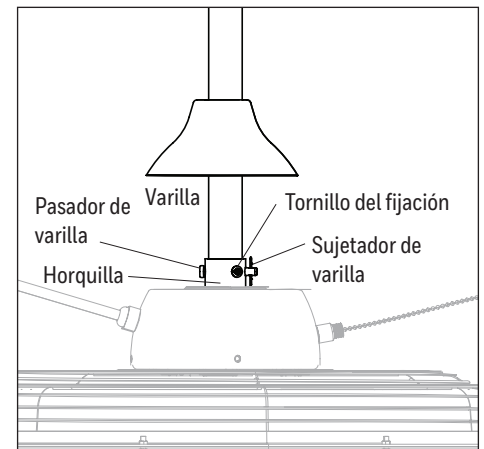

Figura 1.3
3. Alinee los orificios de la varilla con los orificios de la horquilla. Inserte el pasador y el sujetador de la varilla. Luego, apriete los dos tornillos de fijación para asegurarlo (Figura 1.3).